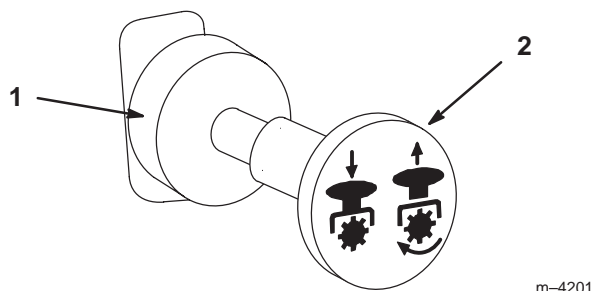

Figure 14
3. Tirez sur la commande de prise de force (PDF) pour l'engager (Fig. 14).
1. Repoussez la commande de PDF à la position désengagée (Fig. 14).